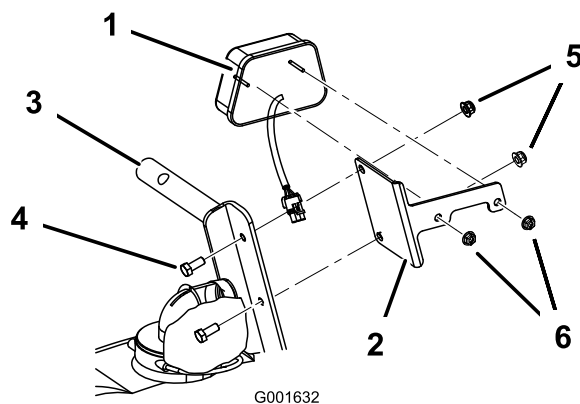

Figura 8
1. Prenda o suporte da luz traseira no suporte da rampa esquerda com dois parafusos (5/16 x 3/4 pol.) e duas porcas flangeadas (5/16 pol.) (Figura 8).
2. Instale a luz traseira no suporte de luz traseira com duas porcas (1/4 pol.) (Figura 8).